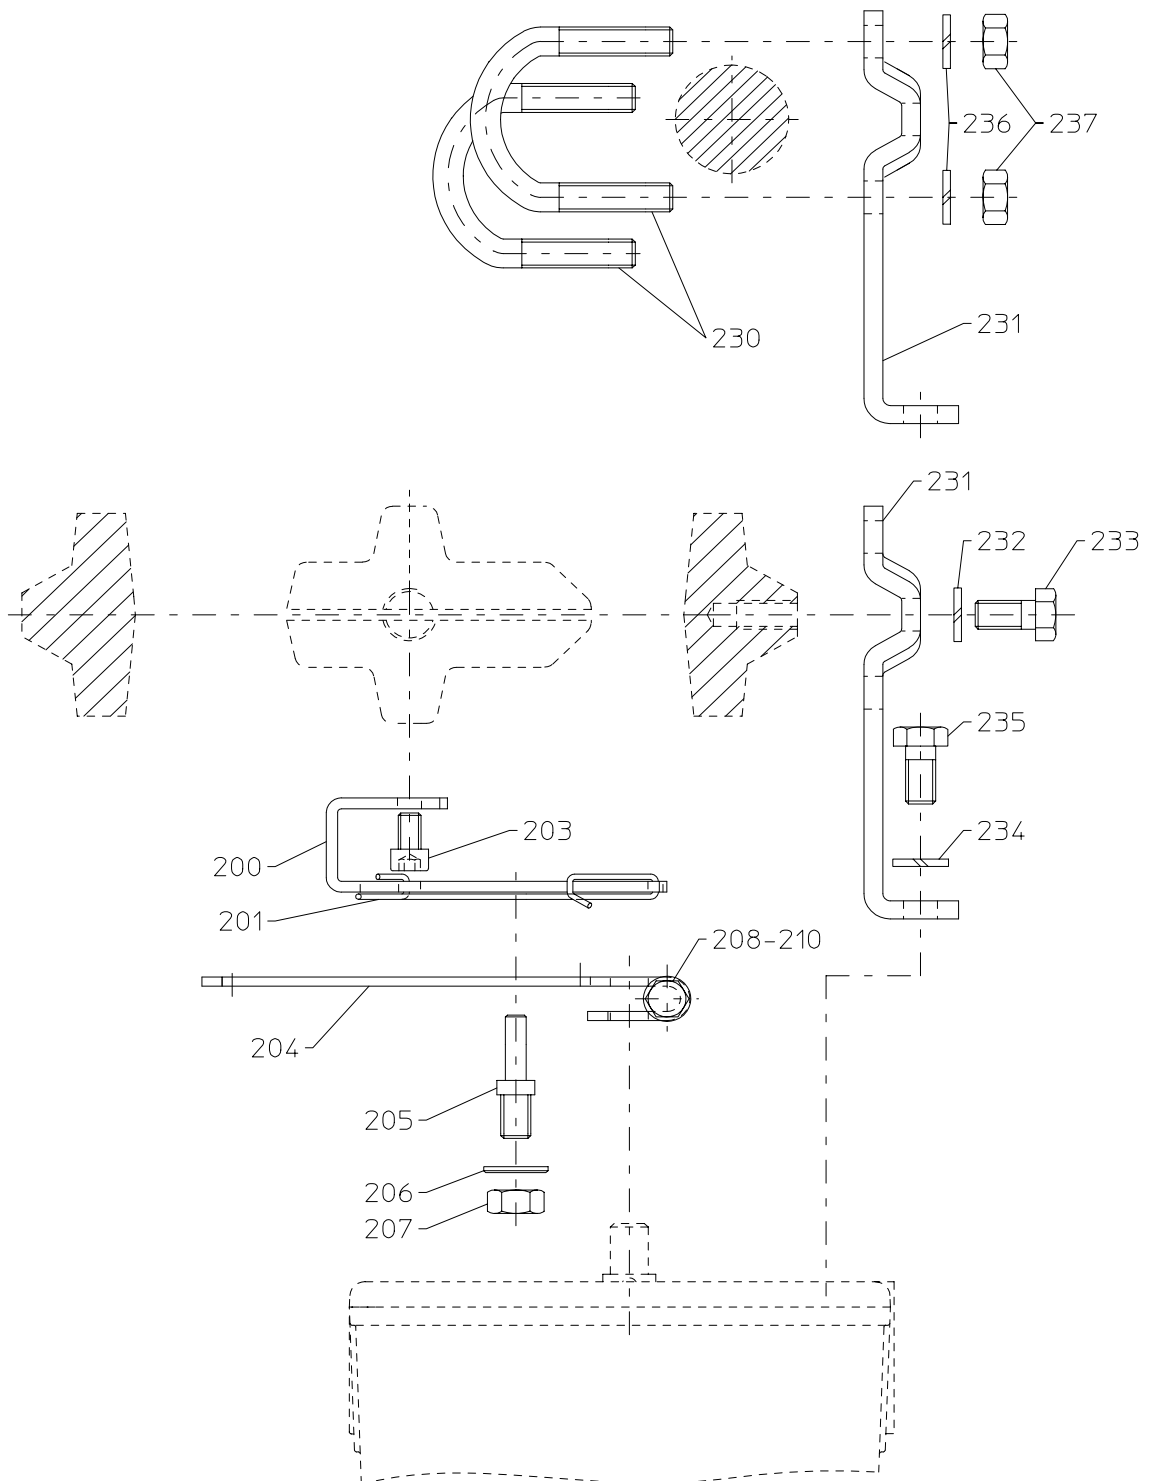

Рис.7
См. Здесь рис.7 на стр.9
- Установить цельный позиционер с навесным щитком (Поз.231) на чугунный или колонный фонарь согласно рис.7 на стр.9.